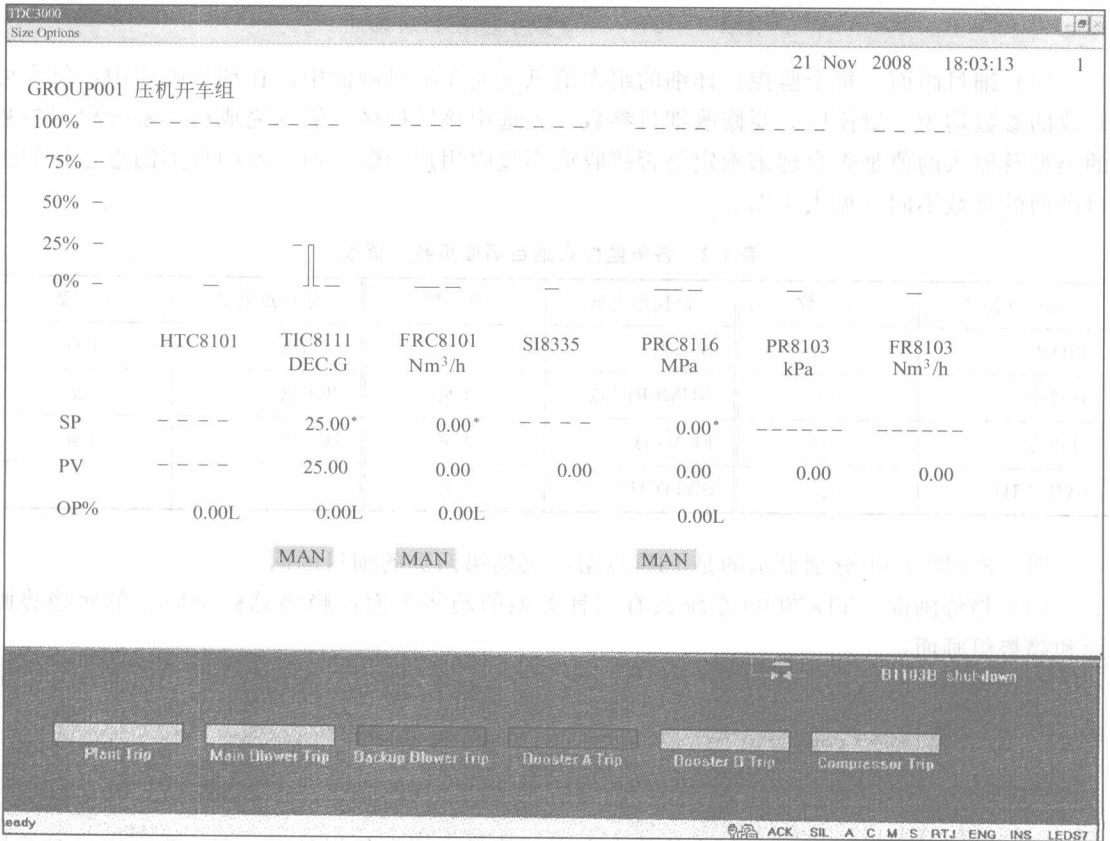
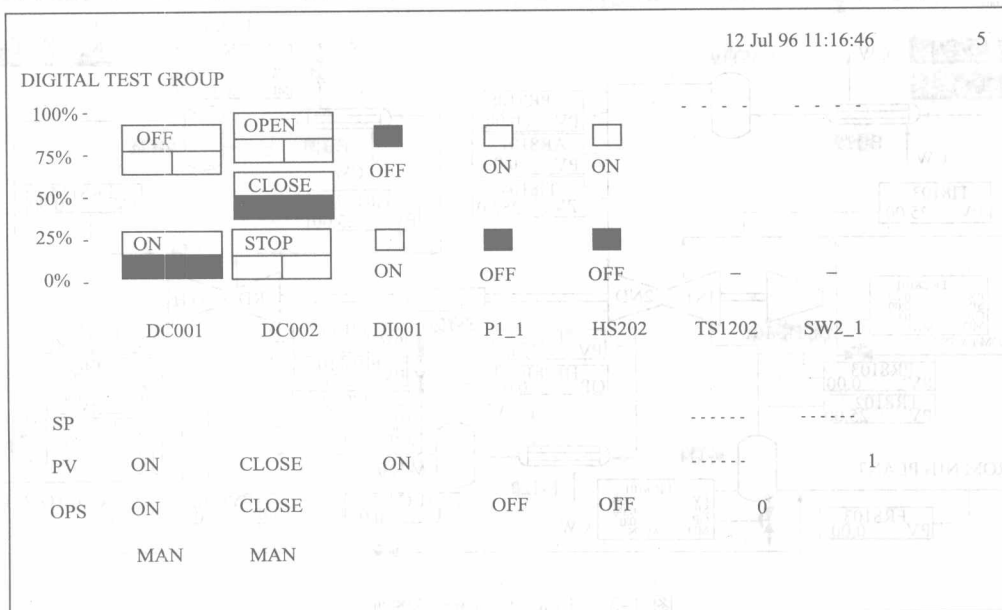

图 1-6 TDC3000 模拟量控制组画面
图 1-7 TDC3000 数字量控制组画面
(3) 控制组画面 常见的两种控制组画面见图 1-6 和图 1-7。在控制组画面中，除可对其中反映各点的每一块仪表进行操作状态、OP 或 SP 值调整外，还能调出相应的趋势组画面和小时平均值画面。